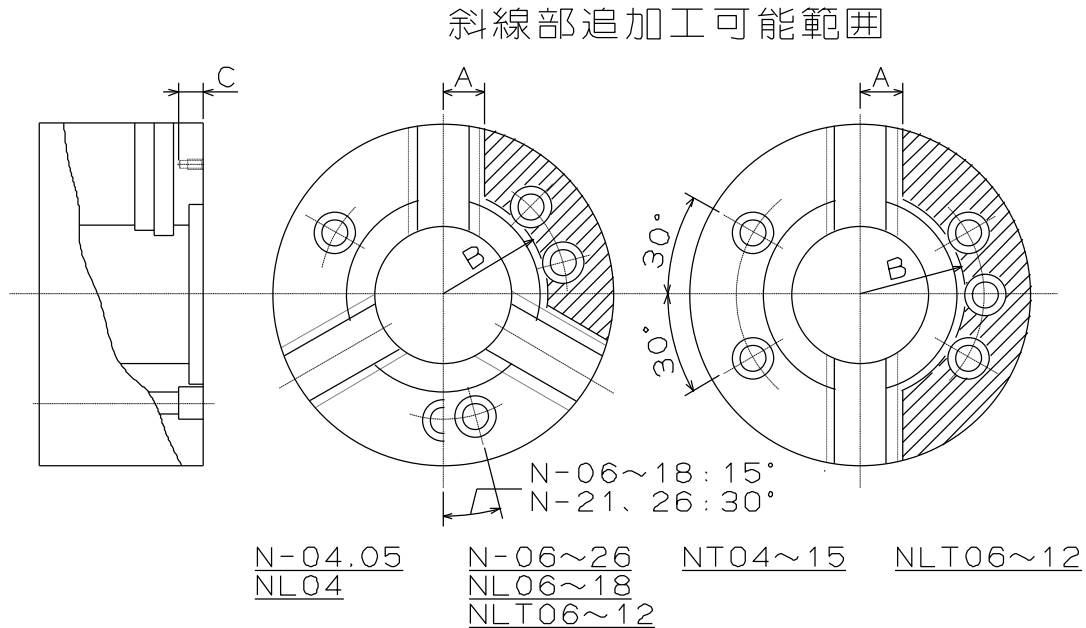

図 18
- ・ チャックボデー表面にロケータや治具を取付る場合は、図 18 に示す追加工範囲内に穴明けを行ってください。